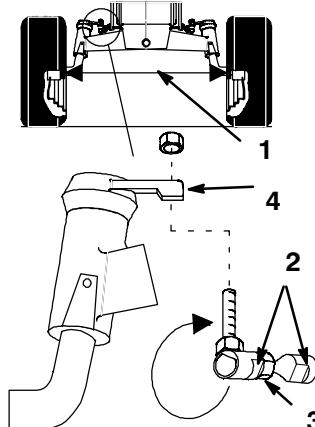

Bild 32
Halten Sie die Vorspur der Vorderräder laut Angaben bei. Wenn Sie eine ungleichmäßige Abnutzung der Reifen, ein Abreiben der Rasenfläche oder ein Erschweren der Lenkung feststellen, kann eine Einstellung erforderlich sein. Kontrollieren Sie die Vorspur nach jeweils 100 Betriebsstunden oder mindestens jährlich (Bild 32).
- Messen Sie den Abstand zwischen den Felgen auf Schafthöhe an der Vorder- und Rückseite der Räder (Bild 32).
- Entfernen Sie das Kugelgelenk von einem der Lenkhebel (Bild 32).
- Halten Sie die Flachstellen am Kugelgelenk, um diese mit den Flachstellen an der Verbindungsstange zu fluchten; ziehen Sie dann die Klemmmutter fest (Bild 32).